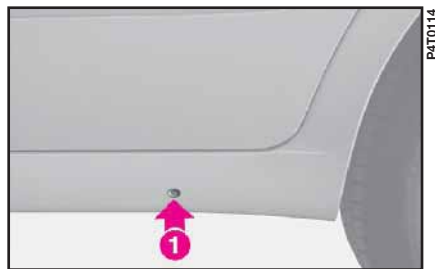

fig. 7
– posición **1** (fig. 7): para la sustitución de la rueda delantera